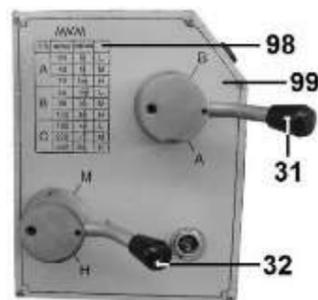

Рис. 32
10.9.2. Установка скорости подачи рабочего стола (8) предварительно устанавливается ручками (31, 32) по таблице (98) (Рис. 32) или таблице скорости подачи (Рис. 39):
10.4.3. Выберите и установите необходимую скорость подачи при помощи ручек установки скоростей подачи стола (31, 32) и таблицы скоростей подачи (98) на лицевой панели щитка переключателей (99) (Рис. 32).